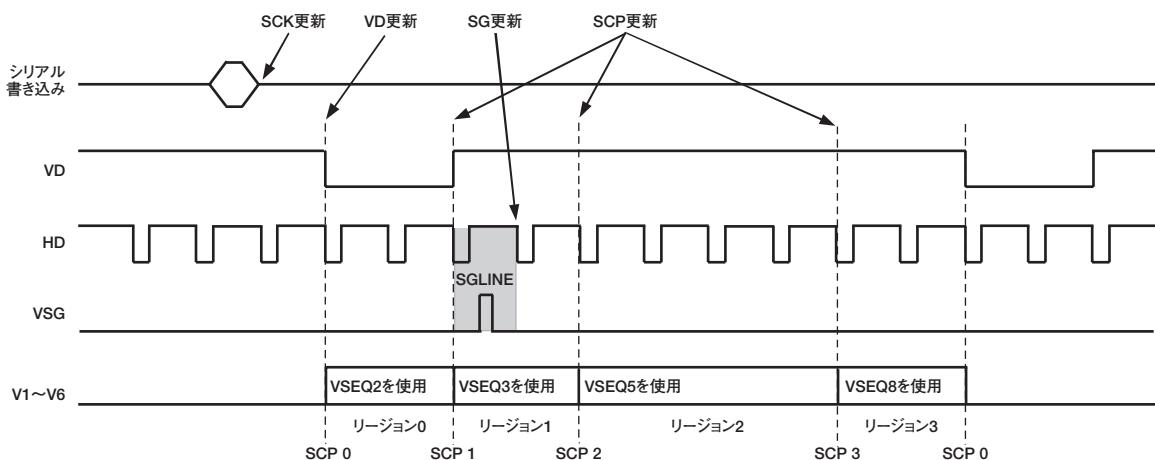

図42. レジスタの更新位置 (定義については表XVを参照)
- SCP更新**：Bank 2では、Vパターン・グループとVシーケンス・レジスタの全てのレジスタがそれらが使われる次のSCPで更新されます (アドレス: 0x00~0xCF、0x7F以外)。たとえば、図42では、垂直転送クロック出力としてリージョン1にVシーケンス3を使用しています。これは、Vシーケンス3のレジスタがVシーケンス3に使われているVパターンは、SCP1で更新されることを意味します。いくつもの書き込みが同じレジスタに対して行われると、最後の1つはSCP1までに書き込みを終了させなければなりません。同様に、Vシーケンス5レジスタの更新はSCP2で行われ、Vシーケンス8レジスタはSCP3で更新されます。